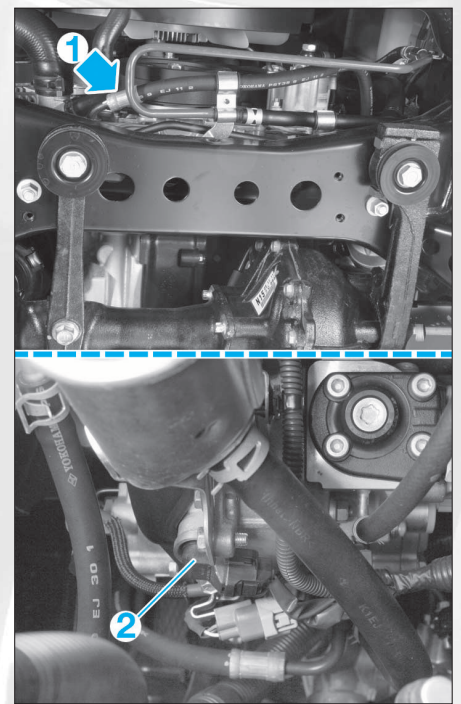

FIG. 30
- Maintenir le vilebrequin à l'aide des outils (2) STT 09213-58013 et 09330-00021 et déposer l'écrou et le joint torique de la pompe d'injection.
- Déposer le capteur de position de vilebrequin (1) et d'arbre à cames (2) (fig. 30).